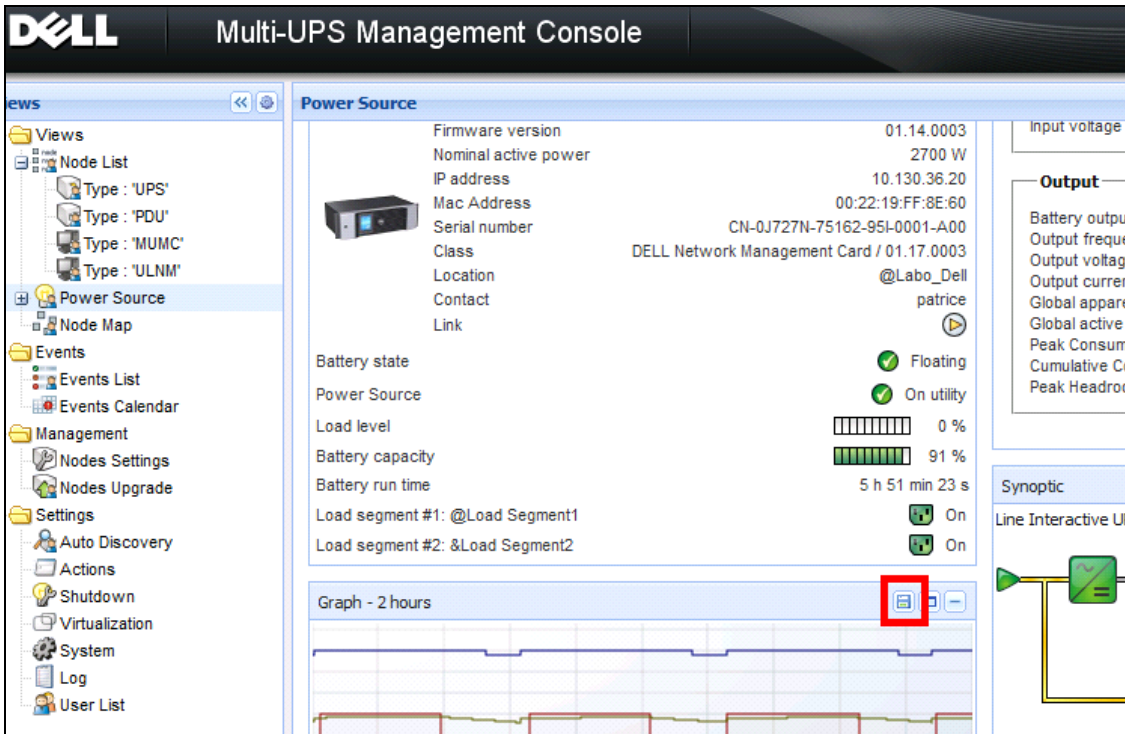

Figura 53. Pulsante Esporta dati grafico nel pannello grafico
- Esportare i dati mostrati nel pannello grafico utilizzando il pulsante  (vedere Figura 53).